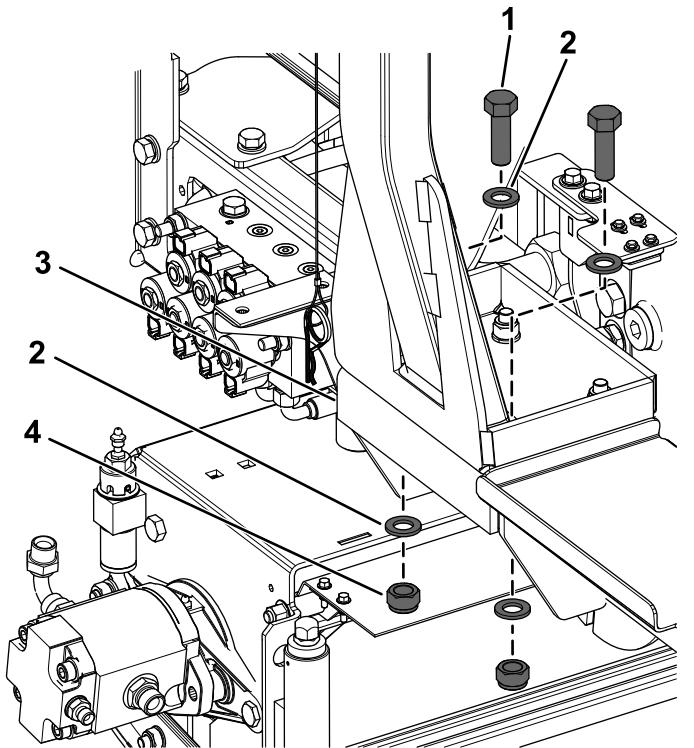

Bild 6
- Entfernen Sie die beiden Sechskantschrauben (16 x 50 mm), vier Unterlegscheiben und zwei Sicherungsmuttern (16 mm) von der linken Überrollschatzhalterung (Bild 6).